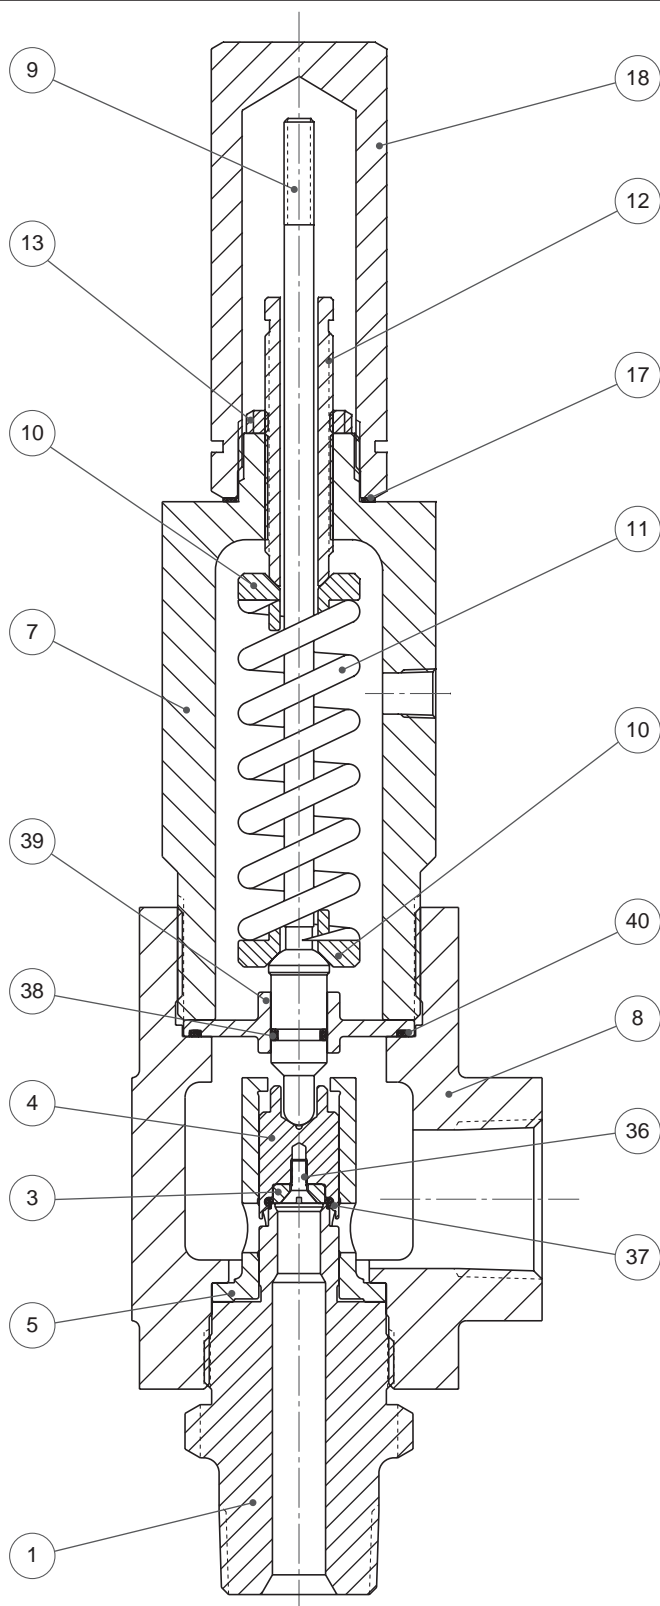

Figura 8 - Construção da válvula 19000M-DA-BP
- Remova a tampa (18) (incluindo a alavanca de elevação, se houver); depois, remova a gaxeta do da tampa (17).
- Meça a posição do parafuso de ajuste de válvula (12) e registre antes da remoção. Meça do topo do parafuso até a contraporca de parafuso de ajuste (13).
- Afrouxe a contraporca do parafuso de ajuste (13) e remova o parafuso de ajuste (12) do castelo (5).
- Desparafuse a contraporca (1A) do castelo (6).
- Remova base do conjunto (1), a guia (5), o suporte de disco (4) e o disco (2) do castelo (6).
- Remova a haste (9), a placa de suporte (se aplicável; desenho BP Figura 8 na página 19 (39)) mola (11) e arruelas (10).
3. Válvulas MS de flange integral (IF)